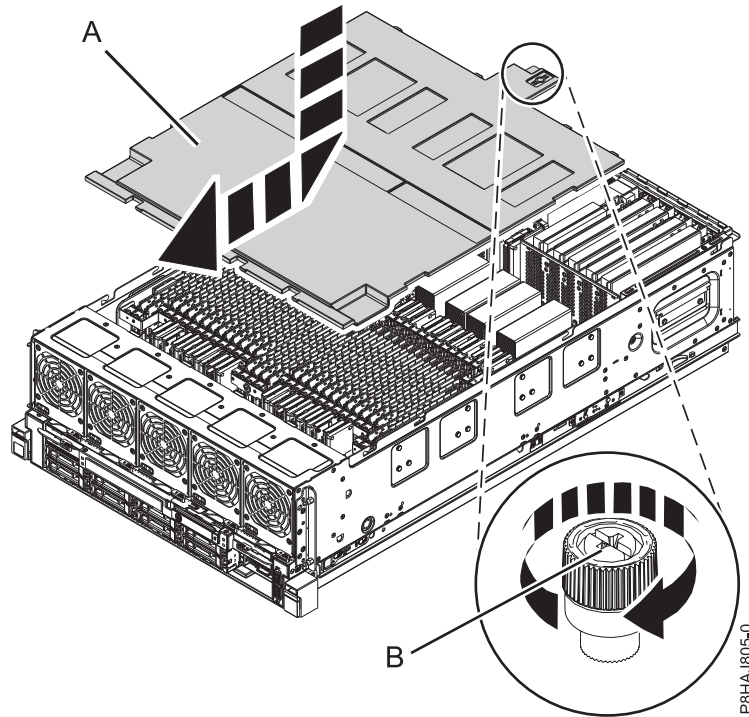

Figura 12. Sustitución de la cubierta de seguridad
2. Presione la cubierta de seguridad (A) hacia el chasis.
3. Apriete el tornillo de mano (B) girándolo en la dirección que se muestra en Figura 12 en la página 35 para fijar la cubierta de seguridad en el chasis.